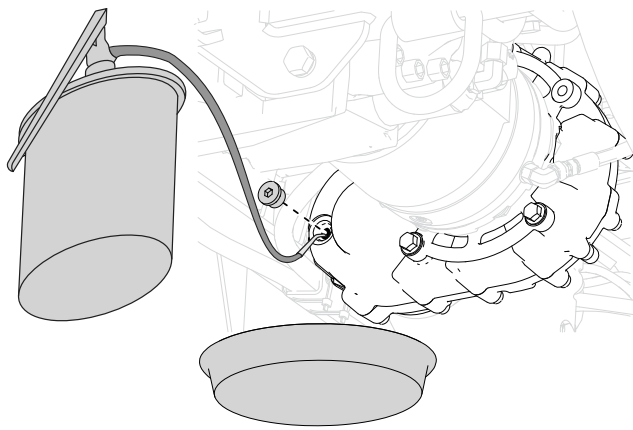

Figure 116
6. Versez 0,34 l de l'huile spécifiée dans le boîtier d'engrenages par le regard (Figure 116).